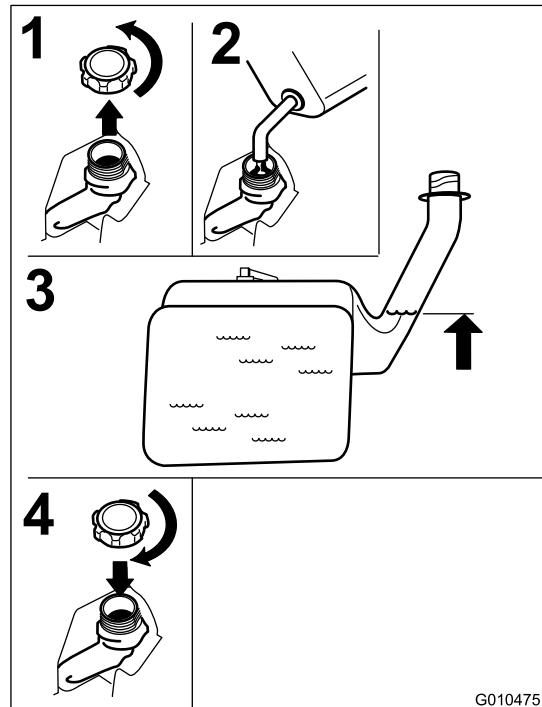

Figura 12
2. Lentamente adicione gasolina normal, sem chumbo até o combustível chegar à base do tubo de enchimento (Figura 12).